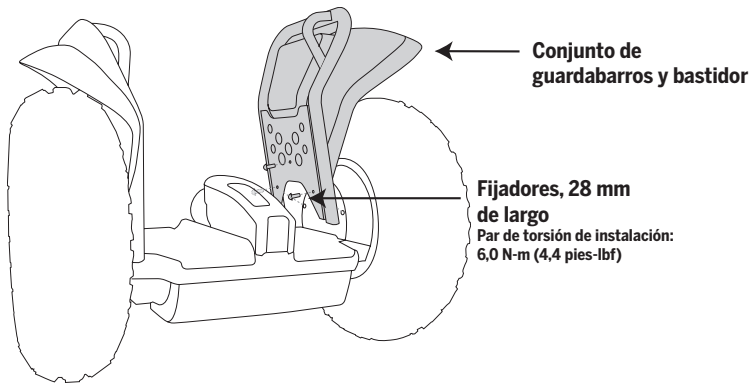

Figura 1. Cómo desmontar o instalar el conjunto de guardabarros y bastidor
2. Para desmontar el conjunto de guardabarros y bastidor del PT, quite los (3) fijadores de 28 mm con una llave hexagonal de 4 mm. Consulte la figura 1.